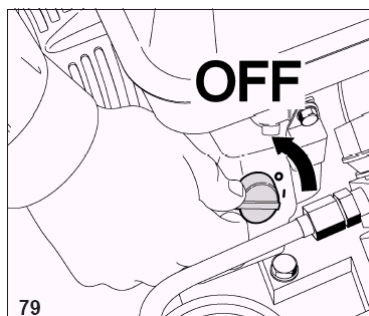

Рис. 23.
2. Перевести ключ включения двигателя в положение “OFF” (рис.23).